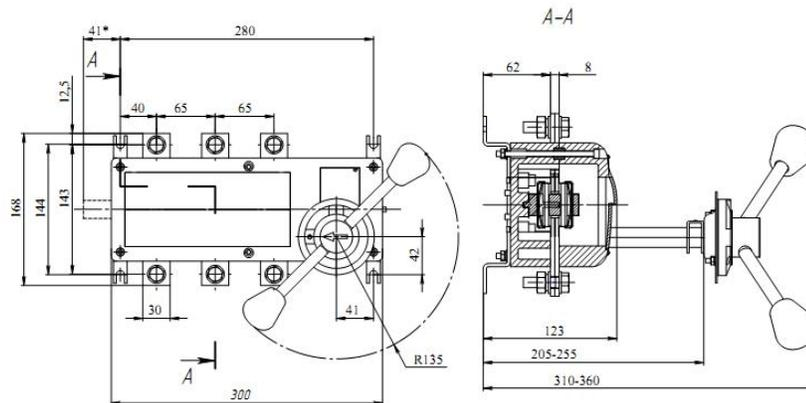

Рис. 2Б Выключатель-разъединитель ВНК-37-31130-32 УХЛ3
1.3.5.1 Закрепить аппарат в месте установки (Рис. 2). Квадратный вал 2 рукоятки вставить в квадратную трубу 3. С помощью хомута 4 и винта 5 зафиксировать выбранную глубину установки R. Установить рукоятку 1 на двери НКУ с помощью крепежных винтов, совмещая маркировку коммутационных положений.